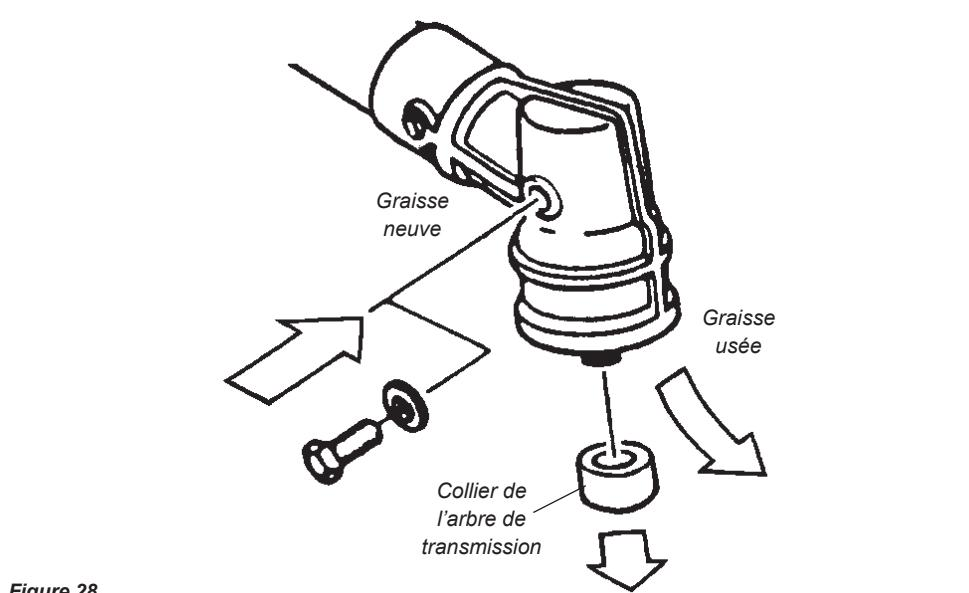

Figure 28
- Ôter l'accessoire de coupe, le support de l'accessoire de coupe et le collier de l'arbre de transmission. Ôter le bouchon de remplissage et introduire la nouvelle graisse dans le carter renvoi d'angle jusqu'à ce que la graisse usée disparaisse de celui-ci. Utiliser uniquement une graisse à base de lithium (telle que le lubrifiant pour carter renvoi d'angle de Shindaiwa ou un produit équivalent). Voir figure 28.